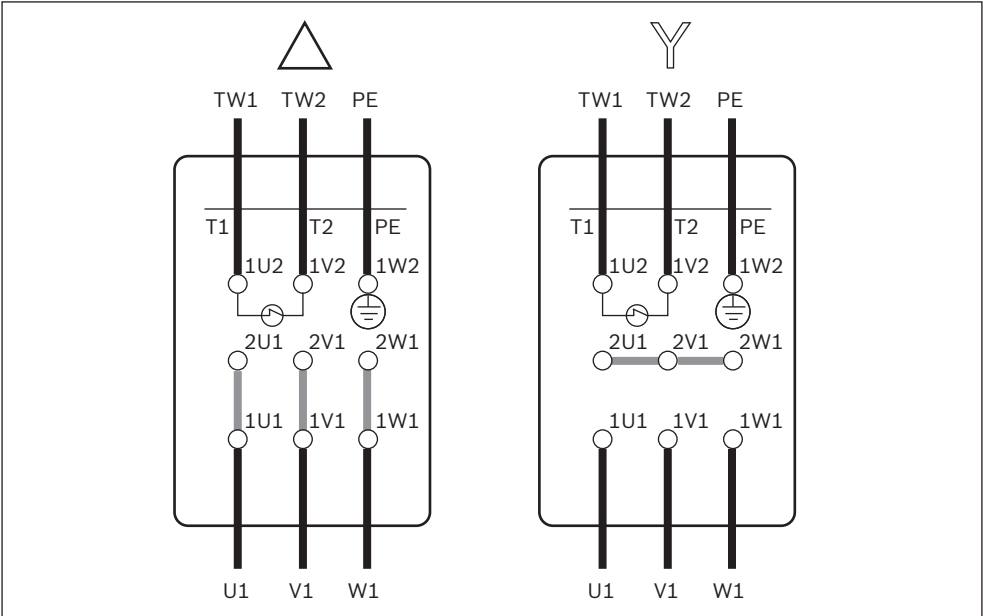

Fig. 10 : Schémas de raccordement en étoile / en triangle
- Raccordez le moteur en étoile ou en triangle conformément aux schémas de raccordement, voir Fig. 10 à la page 21, ainsi qu'au schéma de raccordement du bornier de connexion.
- Pour modifier le sens de rotation du moteur, permutuez deux fils quelconques (L1, L2 ou L3, voir Fig. 10 à la page 21).